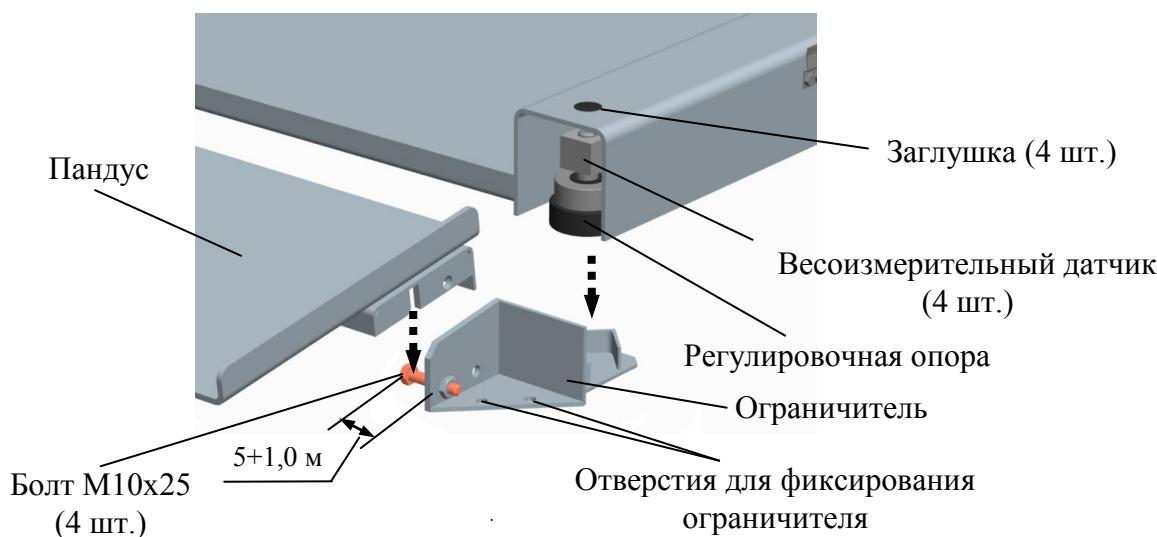

Рисунок 4.2 – Сборка модуля взвешивающий 4D-LA
4.3.3 Отрегулируйте болты в ограничителе так, чтобы зазор между головкой болта и стенкой ограничителя был $5+1,0$ мм (см. рис. 4.2).
4.3.4 Поочередно приподнимая каждый из четырех углов платформы, подложите ограничители под регулировочные опоры датчиков и установите пандусы (см. рис. 4.2).
⇨ При необходимости зафиксируйте ограничитель болтами M10 (8 шт.) через отверстия (см. рис. 4.2).